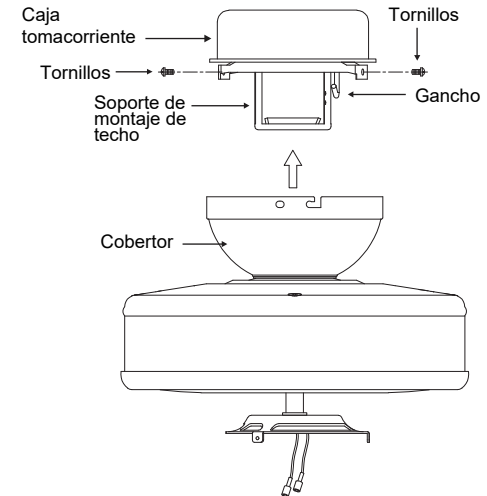

Fig. 16
Paso 3. Asegúrese de que los cuatro tornillos de montaje estén bien ajustados. (Fig. 16)